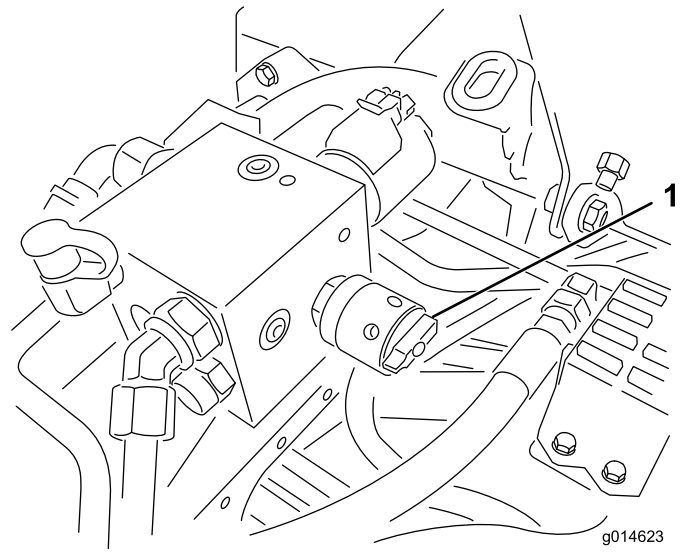

図 54
6. リール速度コントロールを 1 にセットする 図 54。